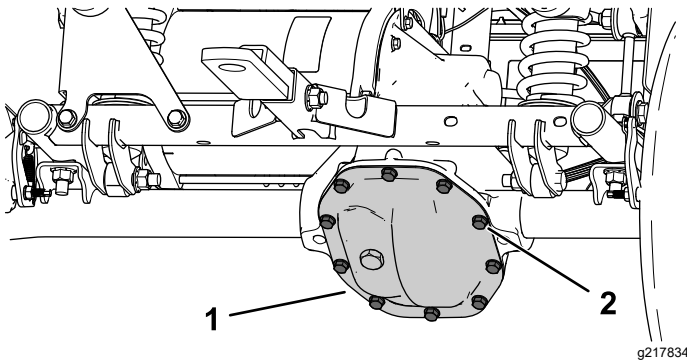

図 52
1. トランスアクスルカバーの下にオイルを受ける容器をおく図 52。
2. トランスアクスルカバーについているボルトを外してオイルが完全に抜けるのを待つ図 52。